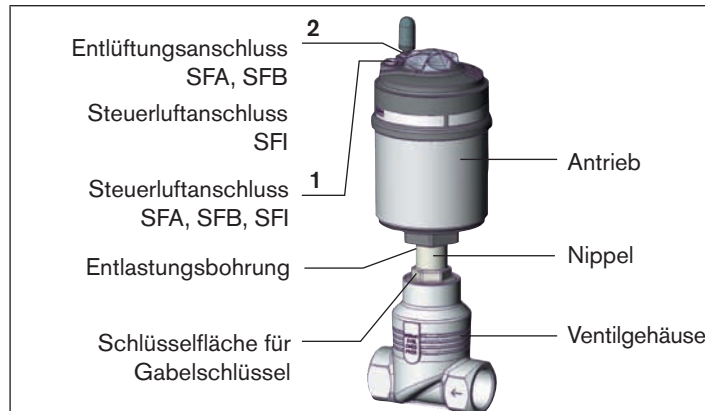

Bild 25: Teilebezeichnung
- Bei **Steuerfunktion A und I** den Steuerluftanschluss **1** mit 6 ... 8 bar beaufschlagen (siehe „Bild 25: Teilebezeichnung“).
- Bei **Steuerfunktion B** den Steuerluftanschluss **2** mit 6 ... 8 bar beaufschlagen (siehe „Bild 25: Teilebezeichnung“).